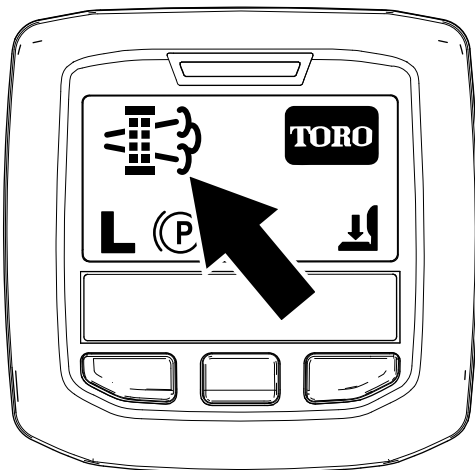

Bild 44
- Wenn der Motorcomputer eine geparkte Regenerierung oder eine Wiederherstellung-Regenerierung anfordert, wird das Symbol für die Anforderung einer Regenerierung (Bild 44) im InfoCenter angezeigt.